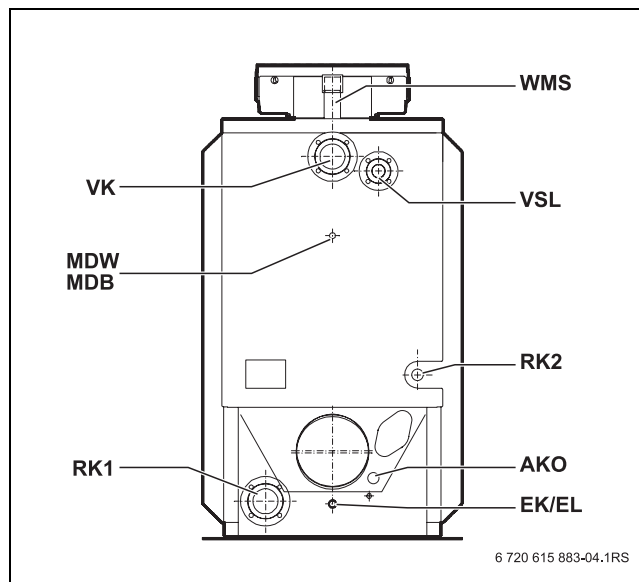

Рис. 6 Подключения на котле Logano plus SB615 Gas
- ▶ Подключите обратные линии отопительной системы к штуцерам на котле RK1 и RK2 (→ рис. 6).
- ▶ Подсоедините подающую линию системы отопления к штуцеру VK на котле (→ рис. 6).
- ▶ К предохранительной линии VSL не допускается подключать бак-водонагреватель или другой отопительный контур (→ рис. 6).
- ▶ Закрепите предохранительный клапан четырьмя винтами на подключении предохранительной линии VSL (→ рис. 6).